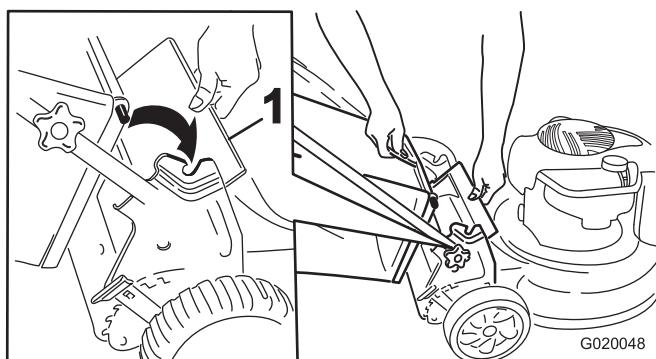

Figura 13
- Levante el deflector trasero (Figura 13).
- Introduzca el asa de la bolsa de recogida en las muescas de los soportes del manillar (Figura 13).